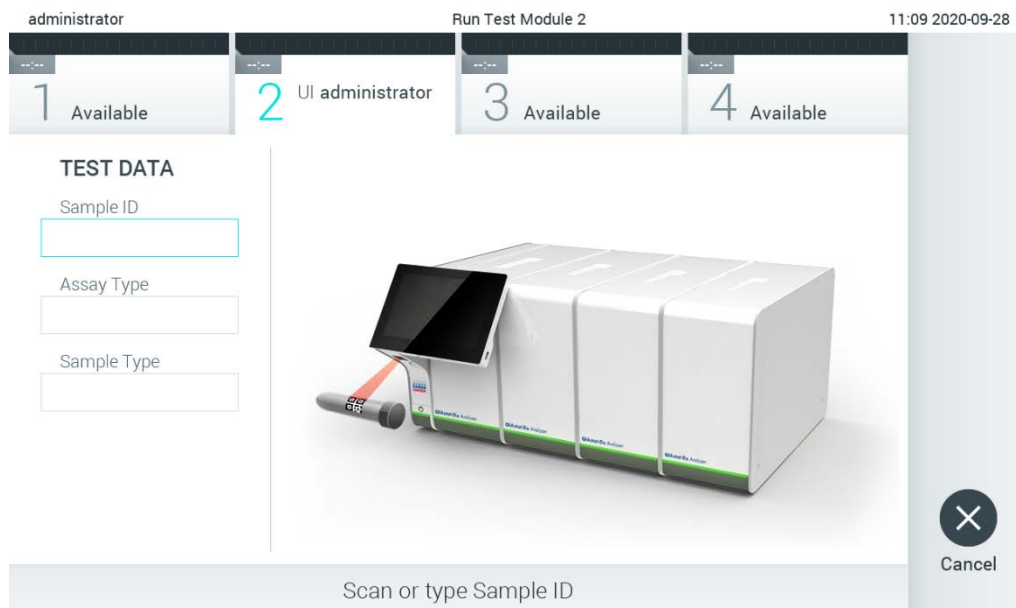

Figura 81. Digitalização do código de barras da Sample ID (ID da amostra).
2. Quando solicitado, digitalize o código de barras da Sample ID (ID da amostra), utilizando o leitor de código de barras integrado no módulo operacional (Figura 81).